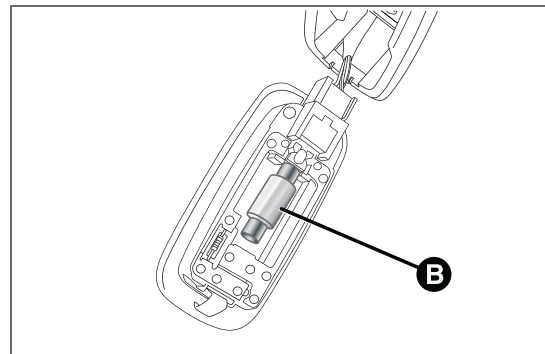

fig. 144
- remplacer l'ampoule B fig. 144 en la séparant des contacts latéraux ;